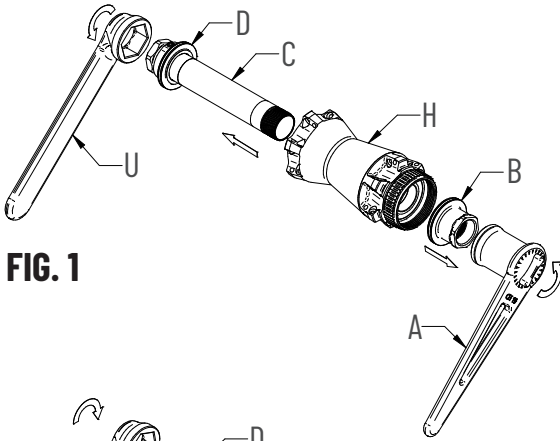

FIG. 1
- Svitare in senso antiorario lo scontro (D) con relativo perno (C) e lo scontro (B) con una chiave a bussola da 19mm (Fig. 1)